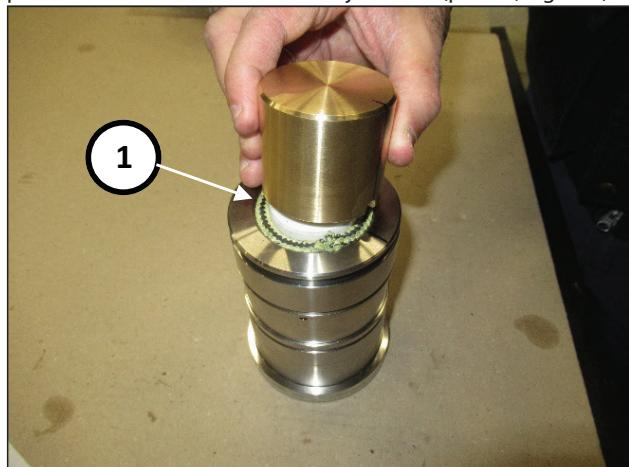

Fig. 181
Utilizar el tampón interno de la herramienta cód. 27945400 para introducir los anillos en el alojamiento (pos. ①, Fig. 181).